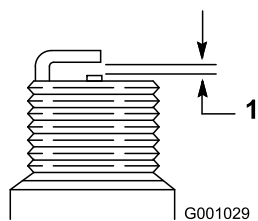

Рисунок 25
4. На новой свече установите зазор между электродами 0,76 мм, как показано на Рисунок 25.